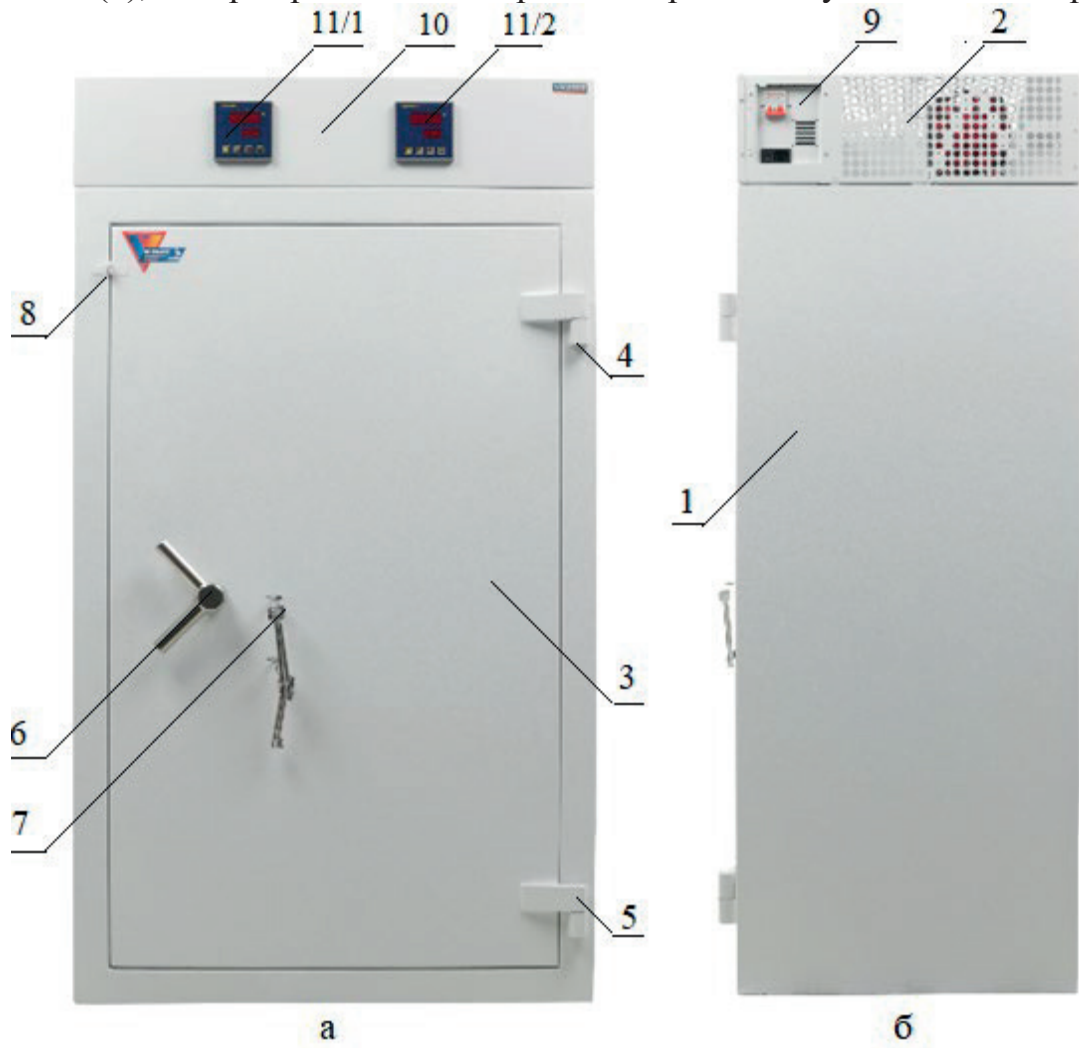

Рис. 7. Общий вид изделий TS-3/100 и TS-3/25 мод. Форт-1385.3.
4.33 На рис. 7 изображены сейфы-термостаты TS-3/100 (рис.7а) и TS-3/25 мод. Форт-1385.3 (рис.7б), которые обладают одинаковыми габаритными размерами, оснащены двумя независимыми термостатами, а также выдвижными ящиками.
| <p>4.33 На рис. 7 изображены сейфы-термостаты TS-3/100 (рис.7а) и TS-3/25 мод. Форт-1385.3 (рис.7б), которые обладают одинаковыми габаритными размерами, оснащены двумя независимыми термостатами, а также выдвижными ящиками.</p> <p>4.34 На верхней поверхности сейфа (1), третьего класса устойчивости к взлому, установлен блок электроники (2) двух термостатов изделия, с узлами электронно-тепловой системы обеспечения условий хранения жидких и иных форм термолабильных наркотических препаратов.</p> |      |                                                                                      |         |      |             |      |